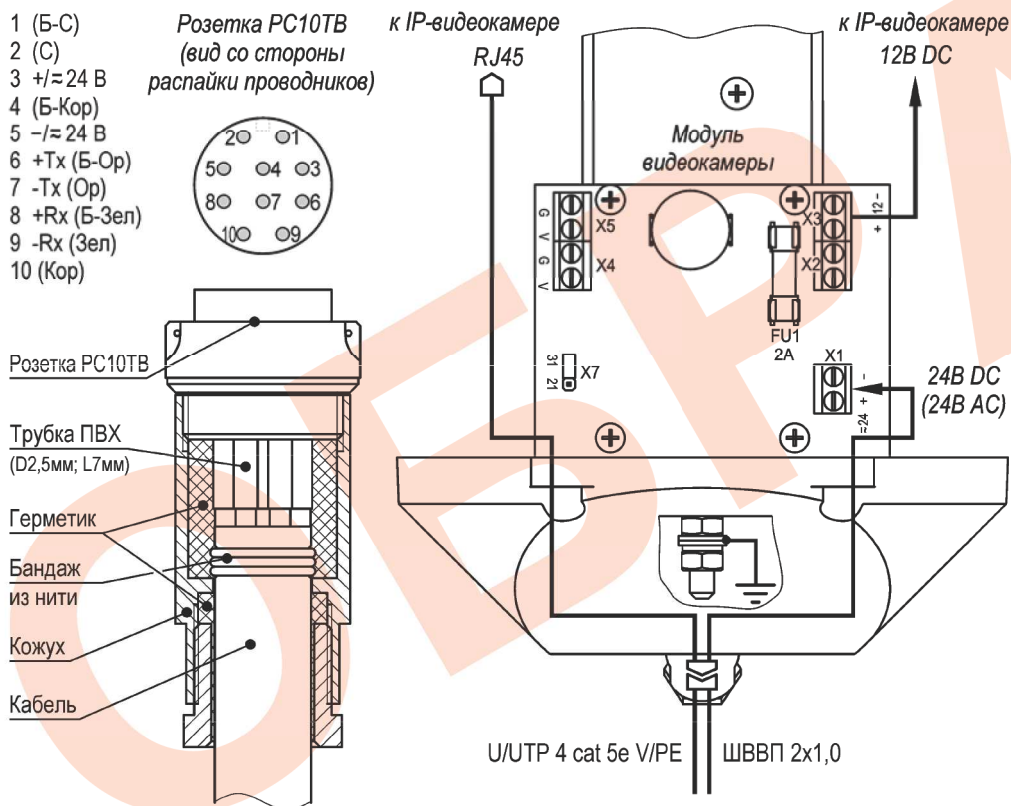

Рис.2 Распайка разъема PC10TV и схема подключения IP-видеокамеры
1. Распаять ответную часть разъема PC10TV согласно требованиям к электромонтажу в соответствии с рис.2. После распайки разъем заполнить герметиком кремнийорганическим.
5. При необходимости изменить мощность обогрева, выкрутить 4 винта крепления задней крышки гермобокса, выдвинуть модуль видеокмеры из кожуха и установить джампер X7 в нужное положение (рис.2). Установить модуль видеокмеры обратно в кожух. Закрутить 4 винта крепления задней крышки с усилием $5\pm 0,5$ Нм.
Предприятием изготовителем джампер Х7 установлен в положение «31» - мощность обогрева 31 Вт, для изменения мощности на 21 Вт джампер Х7 необходимо переставить в положение «21» (см. рис.2).